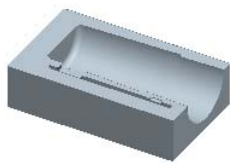

图 7.20 着色后的下半部分体积块
(2) 在系统弹出的“从列表中拾取”对话框中，单击列表中的 **面组:F8 (MAIN_PS)** 分型面，然后单击 **确定(O)** 按钮。
(3) 在“选择”对话框中单击 **确定** 按钮。
Step6. 此时，系统弹出“属性”对话框，在该对话框中单击 **着色** 按钮，着色后的模型如图 7.20 所示。然后在对话框中输入名称 `lower_mold`，单击 **确定** 按钮。